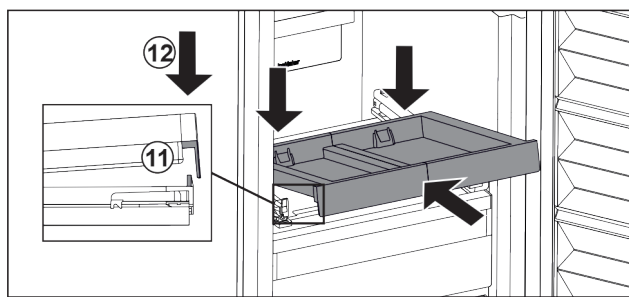

Fig. 103
- ▶ Inserire in modo inclinato. Assicuratevi che l'arresto sia dietro la linguetta su entrambi i lati. Fig. 103 (11)
- ▶ Abbassare il ripiano estraibile nella parte anteriore. Fig. 103 (12)